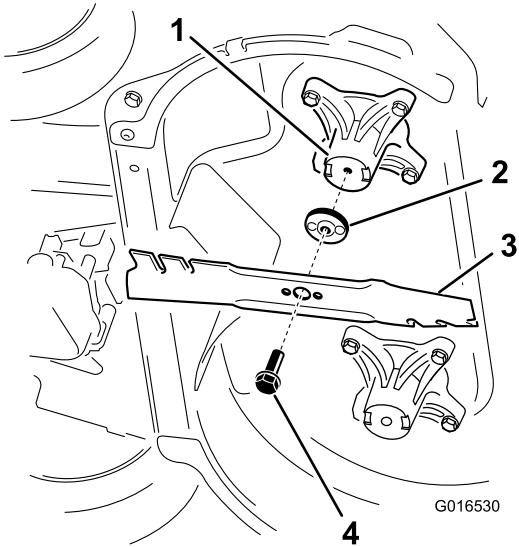

Bild 44
- Entfernen Sie jedes Messer, siehe Bild 44.
- Montieren Sie das erste Messer so, dass es horizontal ist, und all Befestigungen, wie in Bild 44 dargestellt.